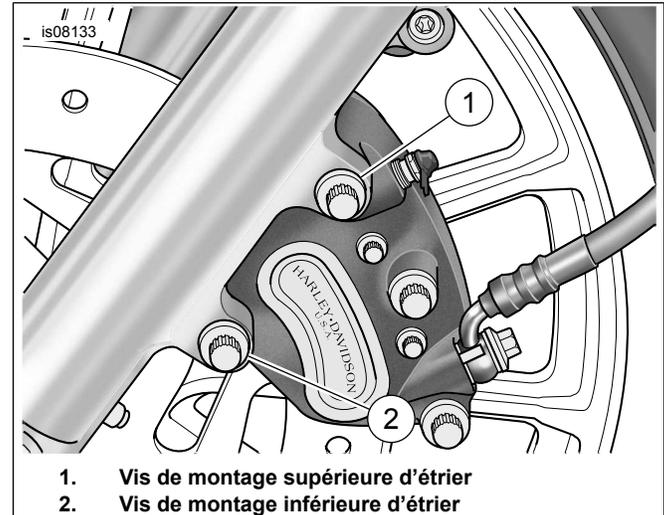

Figure 1. Retirer les vis de montage d'étrier
1. Voir Figure 1. Soutenir l'étrier et retirer les vis de montage supérieure et inférieure de l'étrier.